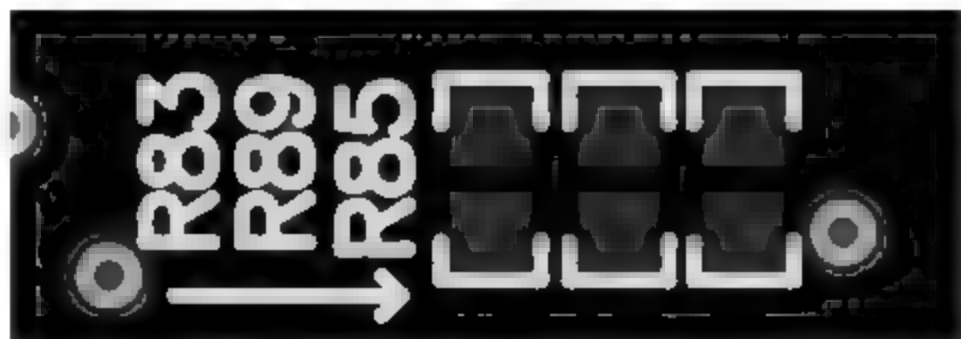
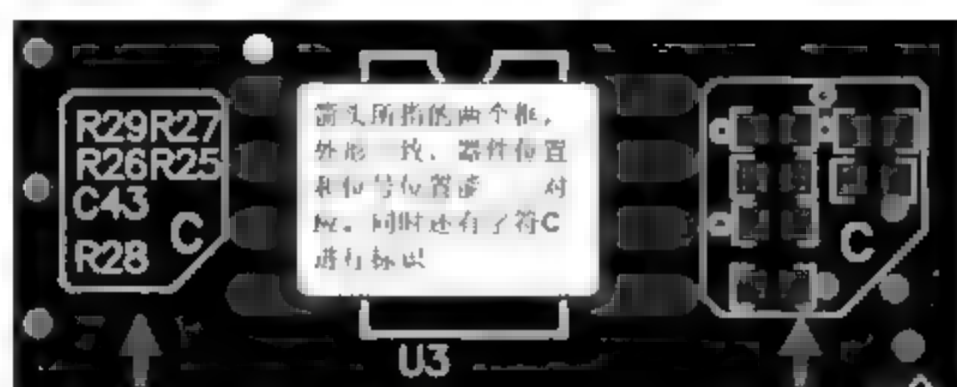

图 6-13 位号集中放在旁边
图 6-14 位号的外框表示
② 将位号放到对应的元件附近,用箭头加以指示,如图 6-13 所示。或者放置一个外框(常用方形)标识,元件位置和位号位置一一对应,框内放置字符,如图 6-14 所示。